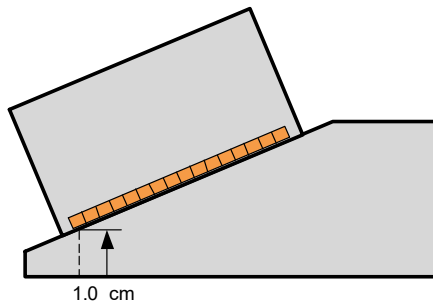

Рис. 4-9 Высота первого элемента
f) Выберите **Высота** и введите высоту первого элемента (см. Рис. 4-9 на стр. 119).